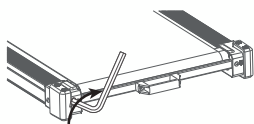
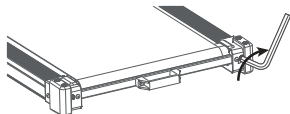

Figura 1
Figura 2
2. Se il nastro si è spostato a sinistra, utilizzare l'utensile esagonale per ruotare la vite del rullo tendicinghia sinistro di 1/4 di giro (vedere figura 1). Se il nastro si è spostato a destra, utilizzare l'utensile esagonale per ruotare la vite del rullo tendicinghia destro di 1/4 di giro (vedere figura 2).